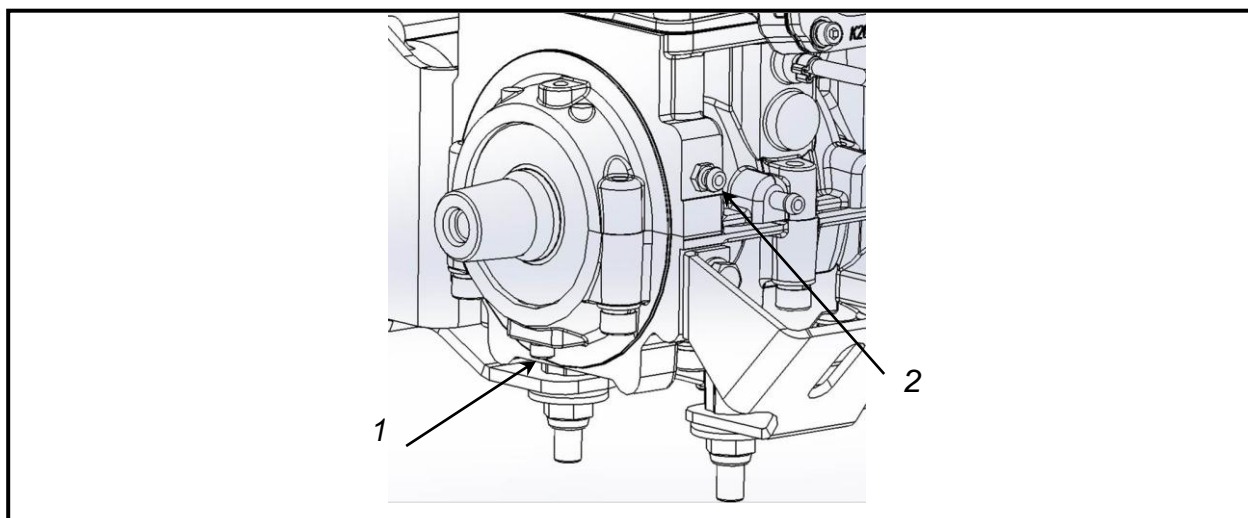

Рисунок 13– Смазка подшипника двигателя РМЗ-551
- выверните винт 1 (рисунок 13);